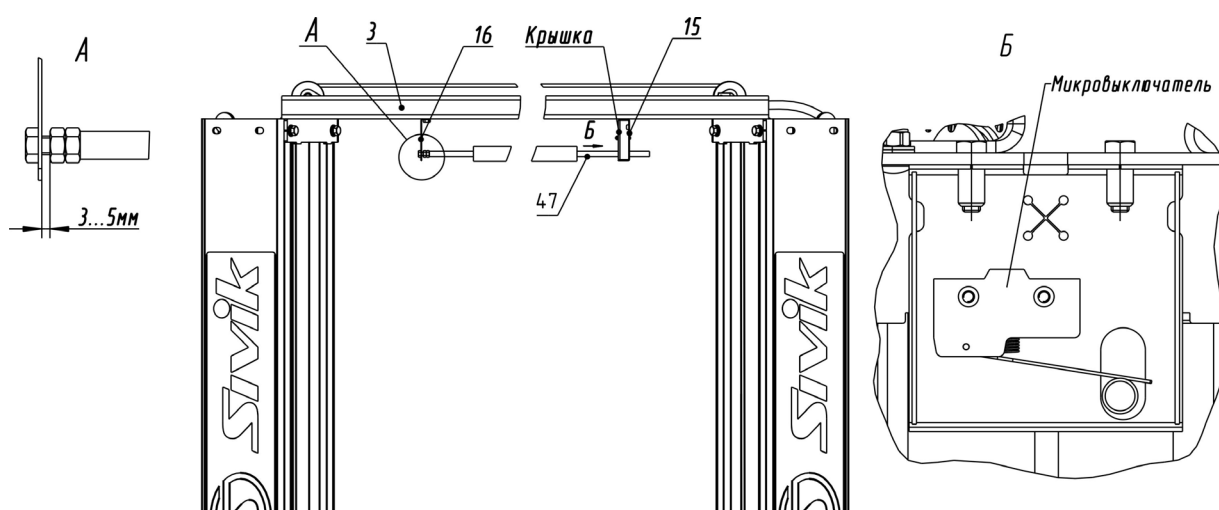

Рисунок 6.8 – Системы автоматического отключения привода насосной станции при касании автомобиля ограничительной дуги
6.12.2 Установить на перекладину 3 кронштейны 15 и 16 с помощью болтов М6х20 и гаек М6 (рисунок 6.8). Ограничительную трубку 47 продеть через кронштейн 15 (при этом флажок микровыключателя должен быть над ограничительной трубкой) (рисунок 6.8 вид Б). Другой конец ограничительной трубки закрепить с помощью болта М8х25 и контргайки М8, выдержав зазор 3...5мм между контргайкой и кронштейном 16 (рисунок 6.8 вид А). Короткий кабель, выходящий из кронштейна 15 соединить с длинным кабелем, идущим в пульт управления. Кабель с помощью пластиковых хомутов закрепить к рукаву так, чтобы кабель не касался системы тросов.